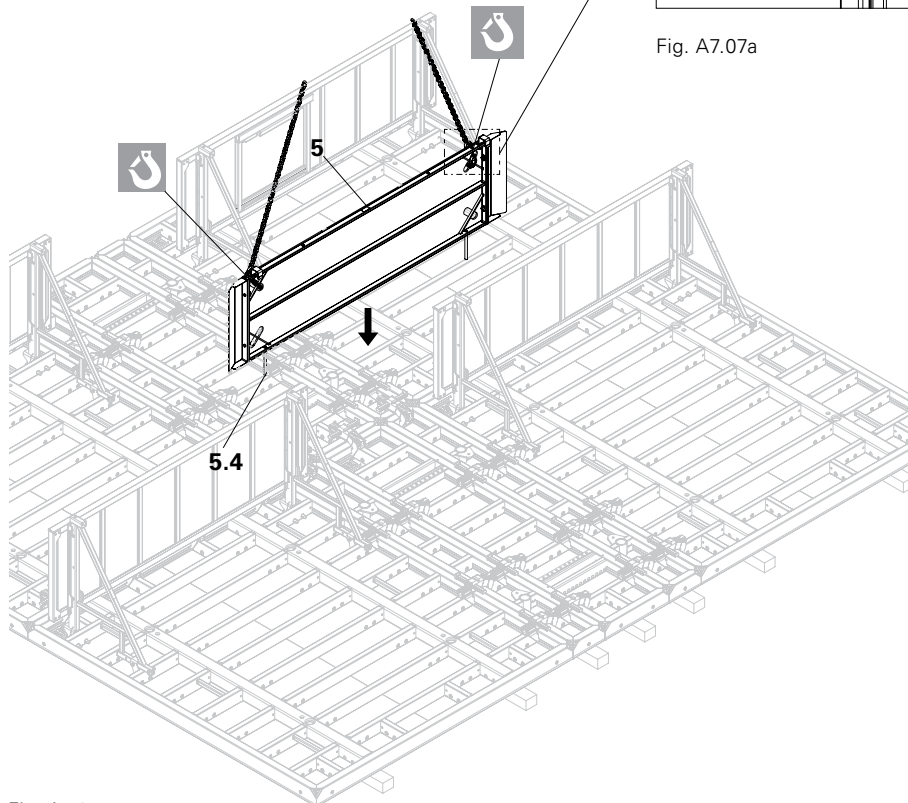

Fig. A7.07
4. Poser et centrer le platelage de liaison MXK (5), à l'aide de la grue, sur les platelages MXK existants. (Fig. A7.07)
→ L'écarteur (5.4) repose sur la face intérieure de la peau coffrante. (Fig. A7.07)